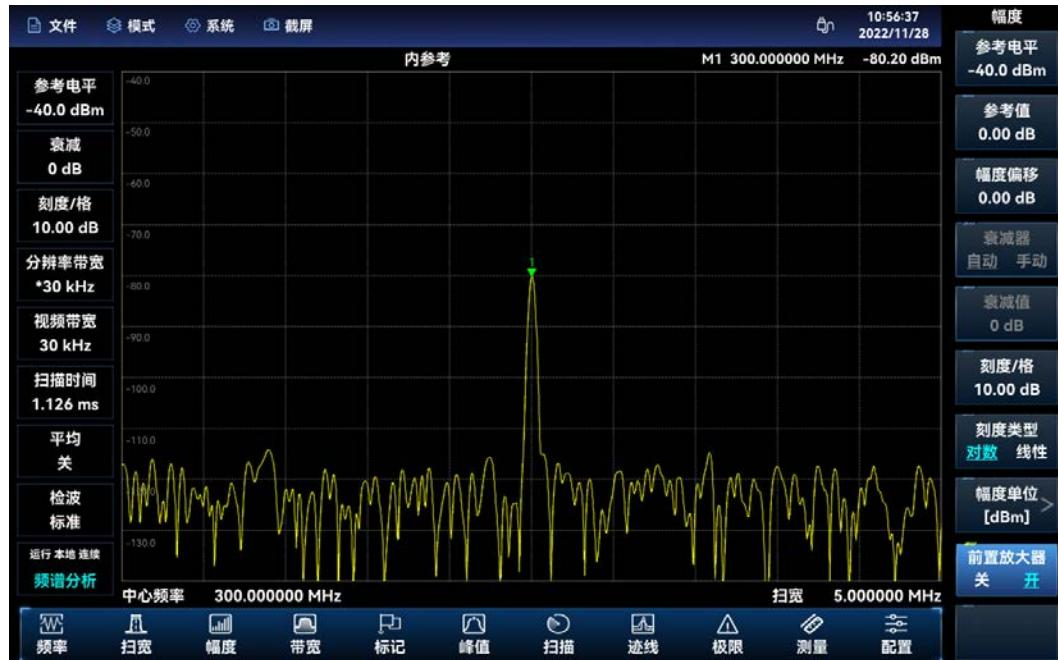

图 3.8 参考-40dBm, 前放打开时的小信号
- 在此基础上可以进一步打开前置放大器开关。【幅度】→[前置放大器 关开]，显示如图 3.8 所示。